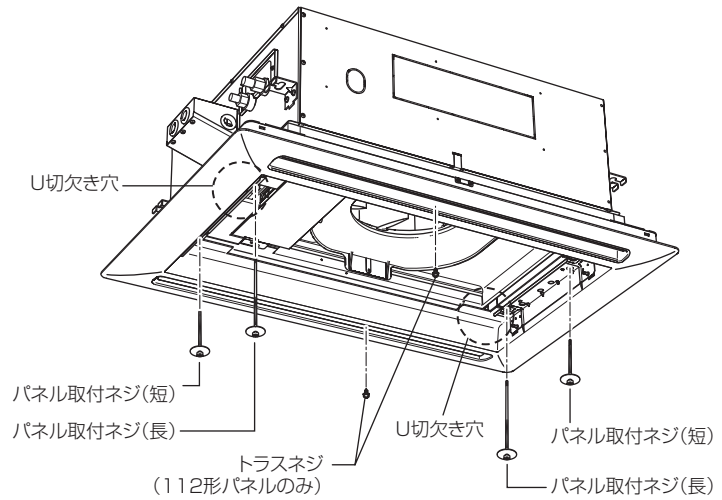

図14-2
2) 1)が完了しましたら図5-1 および図5-2 で仮止めしていた取付けネジとトラスネジを締め付けてください。(図14-2)